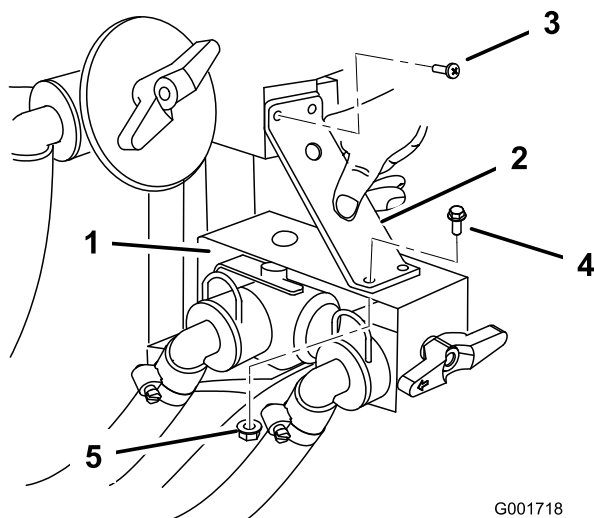

図 12
9. 制御バルブのブラケットにサポート・ブラケットを取り付ける。上側のT字アセンブリを固定している既存のねじを利用して、サポート・ブラケットの上部を固定する（図 12）。サポート・ブラケットの下部を固定する；フランジヘッド・ボルト（1/4 x